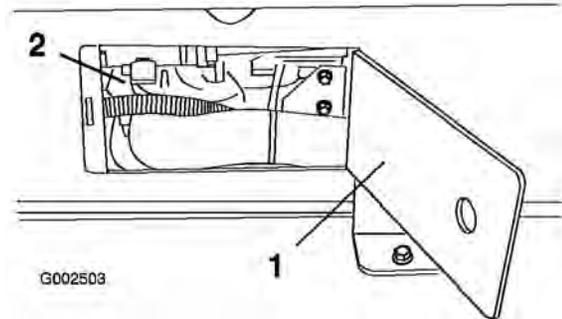

図 18
4. タンク台の左右についているアクセスパネルからのぞき込んで、ホースやラインが台の下でつぶされていないことを確認する(図 18)。